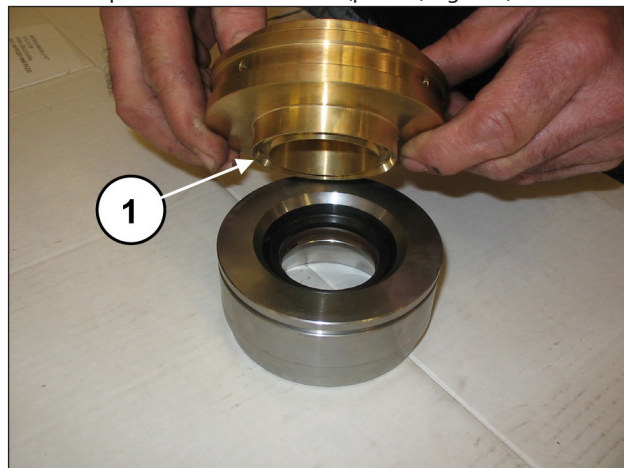

Fig. 128
Junte o suporte do forro à camisa (pos. ①, Fig. 128).